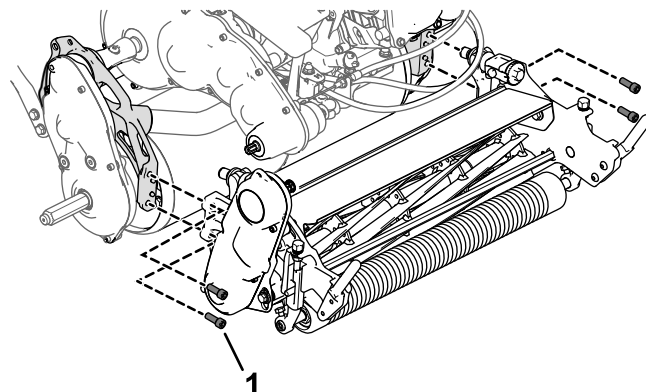

図6
1. ソケットヘッドねじ4本でカッティングユニットを機体に取り付ける図6。